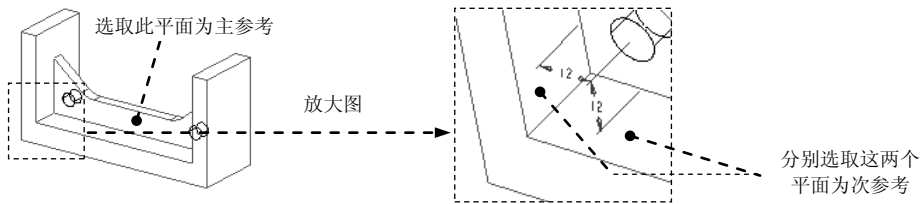

图 2.3.6 创建左侧孔特征
Step4. 创建图 2.3.6 所示的左侧孔特征。单击 **模型** 功能选项卡 **工程** 区域中的  按钮，**孔** 放置的主参考面和次参考面如图 2.3.6 所示，其偏移的距离值均为 12.0（参见放大图）；孔的类型为 **直孔**；孔直径值为 10.0；孔深选项为 ，选取主参考面后面的平面为 **孔** 终止面。